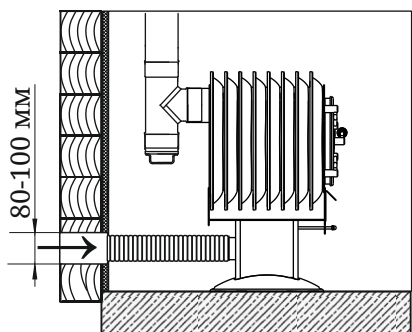

Рисунок 4. Вариант установки печи с подачей уличного воздуха через гофротрубу
Второй вариант установки предполагает подвод уличного воздуха через гофротрубу (рис.4). Для этого в опорной колонне предусмотрен патрубок диаметром 80 мм с удаляемой заглушкой (15), на который надевается и закрепляется хомутом алюминиевая гофротруба (хомут и гофротруба в комплект поставки не входят). Перед установкой гофротрубы необходимо удалить заглушку патрубка в опорной колонне-воздуховоде.